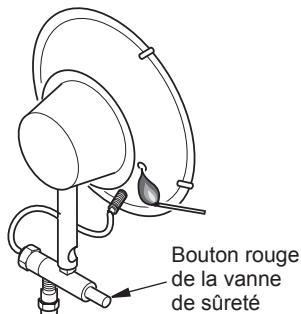

Figure 6 - Allumage de l'appareil de chauffage avec une allumette
2. Poussez et relâchez en succession rapide l'allumeur piézo-électrique (deux brûleurs) ou placez une allumette allumée près de l'avant de l'élément de chauffage (l'écran grillagé) du brûleur que vous allumez en utilisant le trou situé sur le côté du réflecteur. Voir figure 6.
3. Appuyez sur le bouton rouge de la soupape de sécurité qui laisse entrer le gaz au brûleur (voir figure 6).